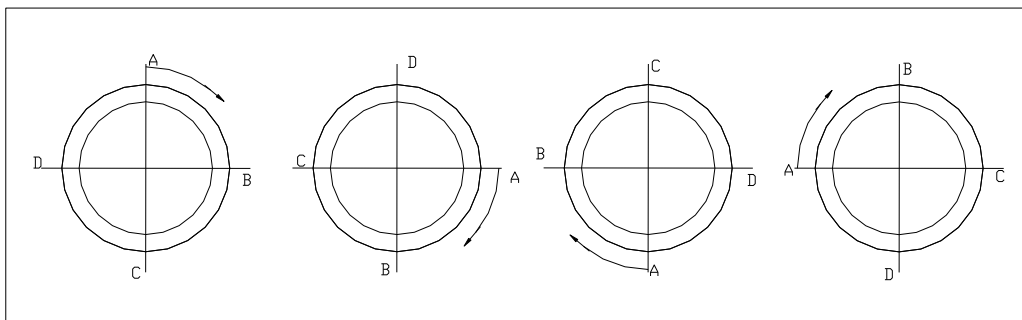

Figura 2
- mudar a posição da mangueira em relação a flange da lança com certa freqüência para evitar o desgaste localizado. (vide figura 2)